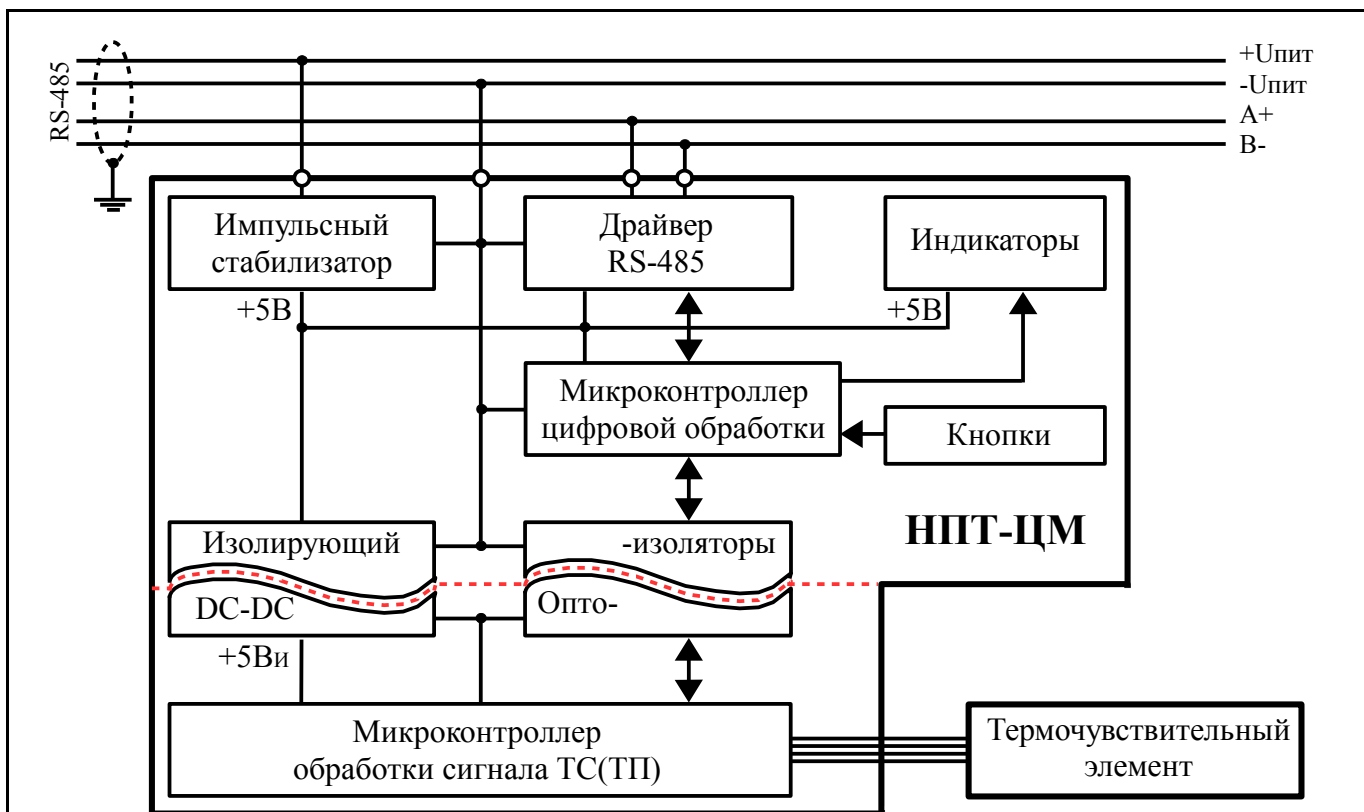

Рисунок 2 - Функциональная схема НПТ-ЦМ
5.2.2 **Рисунок 2** поясняет устройство и работу преобразователя.